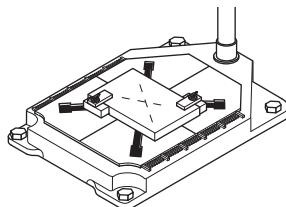

Figure 6. Brides de Pièces (non fournies)
13. Fixez la pièce sur le socle avant de percer. Ceci évitera qu'elle soit avalée par le foret ou qu'elle tourne avec lui. L'avantage du bridage est l'amélioration de la sécurité et de la qualité. Des brides (non fournies) conviennent parfaitement mais vous pouvez également utiliser un petit étau pour tenir la pièce lors du perçage (Figure 6).